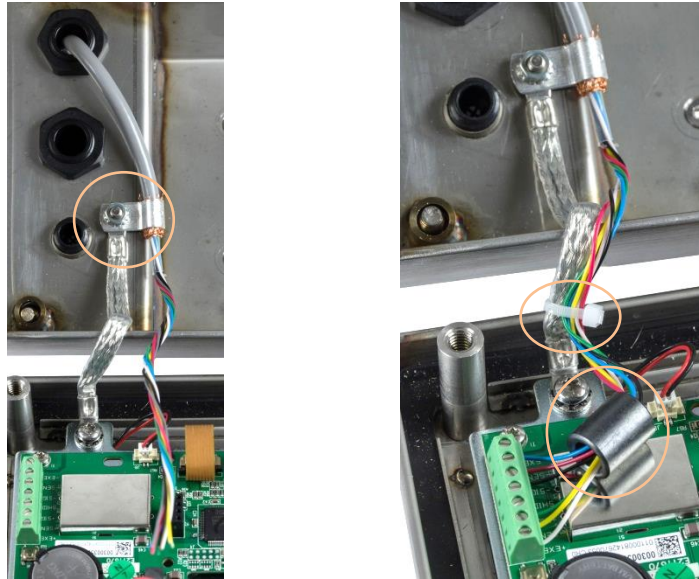

Figura 2-28: Instalação da Ferrite do Cabo da Célula de Carga Analógica e do Terra do Chassi, IND236.
5. Conecte o clipe de aterramento usando o parafuso de fixação da dobradiça do gabinete, como mostrado na Figura 2-28 (esquerda).